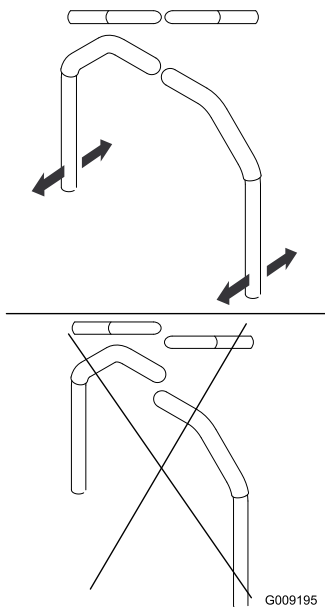

図 66
- 左右のレバーを両方持ってニュートラル位置にセットし、そこから前後にスライドさせて両方のレバーを整列させ、ボルトを締め付ける 図 66。